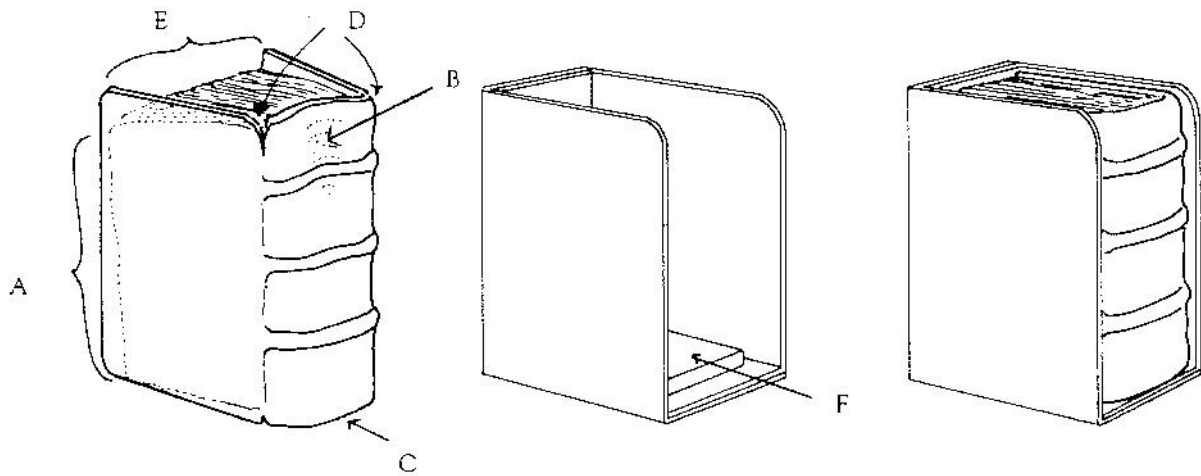

Abb. 1
Buchbinder in der westlichen Hemisphäre haben bis heute keine Lösung gefunden, welche das Problem der Spannung, die von der senkrechten Lagerung der Bücher ausgeht, beseitigen könnte. Der Zug des Buchblockes zwischen den Deckeln (A) verursacht den charakteristischen Verlust der Rundung am Kopf des Rückens (B) sowie die verstärkte Rundung am Fuss des Rückens (C), was zum Einreißen der Fälze am Kopf des Rückens (D) führt (Abb. 1). Die ausgeübte Spannung nimmt noch zu, wenn das geschlossene Buch nicht gestützt ist und somit nicht zusammengehalten wird, wodurch es sich teilweise öffnet. Archivare und Bibliothekare, welche sich dieser Gefahr bewusst sind, lagern daher Bücher dicht gedrängt in den Tablaren. Dies hat jedoch den Nachteil, dass sich beim Herausnehmen der Bücher der Druck zum Kopfkapital hin verstärkt, was oft zum Einreißen der Deckelfälze und zur Zerstörung des Kapitals führt. Müssen Bücher mit Deckelkanten senkrecht gelagert werden, sollten sie in einem Buchschuh aufbewahrt werden, der eine Buchblockstütze (F) enthält, um den Zug nach unten zu stoppen.